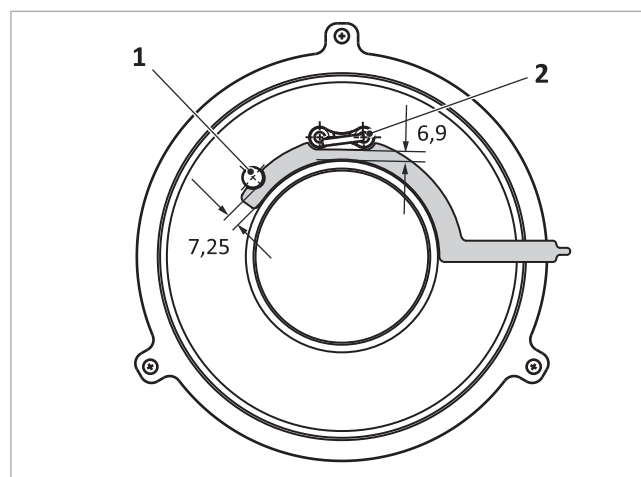

Fig. 110 : écarts entre les électrodes d'allumage et d'ionisation vers la tête du brûleur
- Électrodes d'ionisation → Fig. 110 (1) : 7,25 mm
- Électrodes d'allumage → Fig. 110 (2) : 6,9 mm